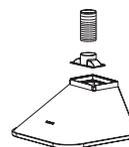

Abb. 4
4. Um Abluft durchzuführen, ist es am einfachstem eine flexible Wellentlüftung zu installieren. Verbinden Sie die Entlüftung mit dem Ausführungsgang der Haube mit Hilfe vom Adapter. Stellen Sie sicher, dass das Wellrohr keine unausgedehnte Falten übrig hat, weil sie den Lärm der Haube erhöhen, lassen die unnötige Länge der Luftleitung schnitten. (Abb. 4)